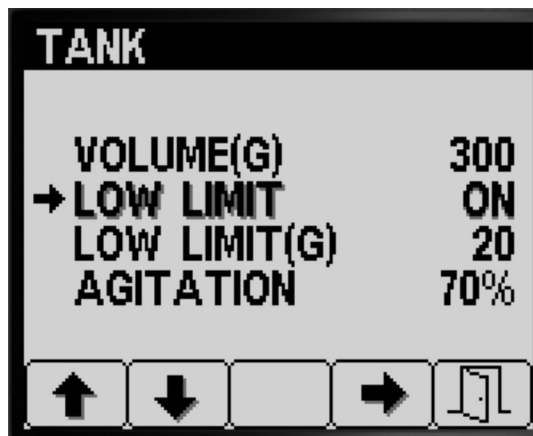

Figura 13
1. Prima o botão 1 ou 2 para navegar para a opção LIMITE BAIXO (Figura 13).
2. Prima os botões 4 para ativar ou desativar o indicador de limite para o volume do depósito baixo (Figura 13).